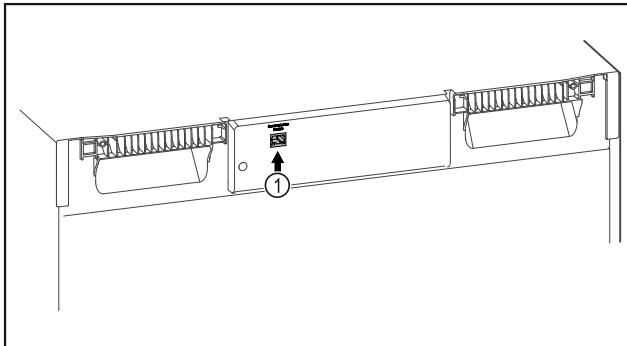

Fig. 111
- Je používán SmartModule Fig. 111 (1).